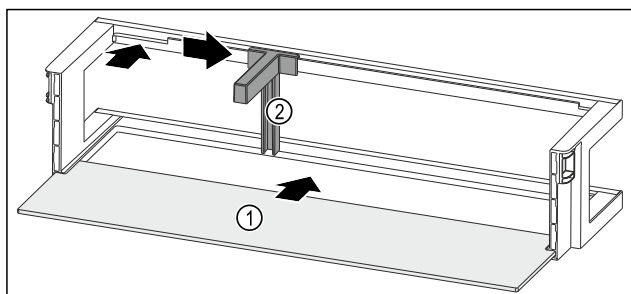

Fig. 246 Dveřní přihrádka s odkládací plochou
- Odkládací plochu Fig. 246 (1) zasuňte do bočních vybrání.
- Držák lahví Fig. 246 (2) vložte do vybrání.
- Držák lahví Fig. 246 (2) posuňte na stranu do požadované polohy.